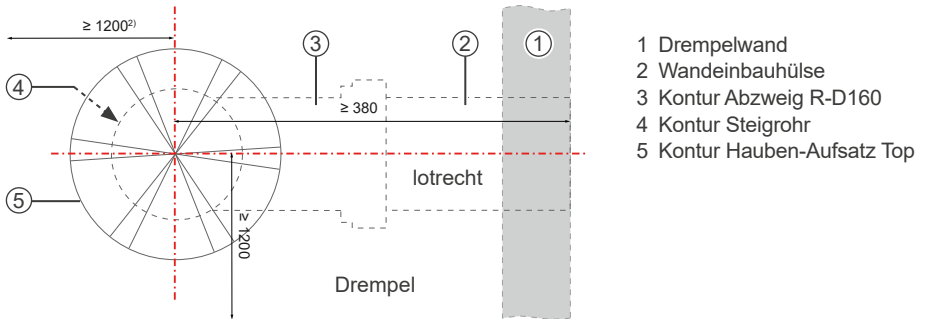
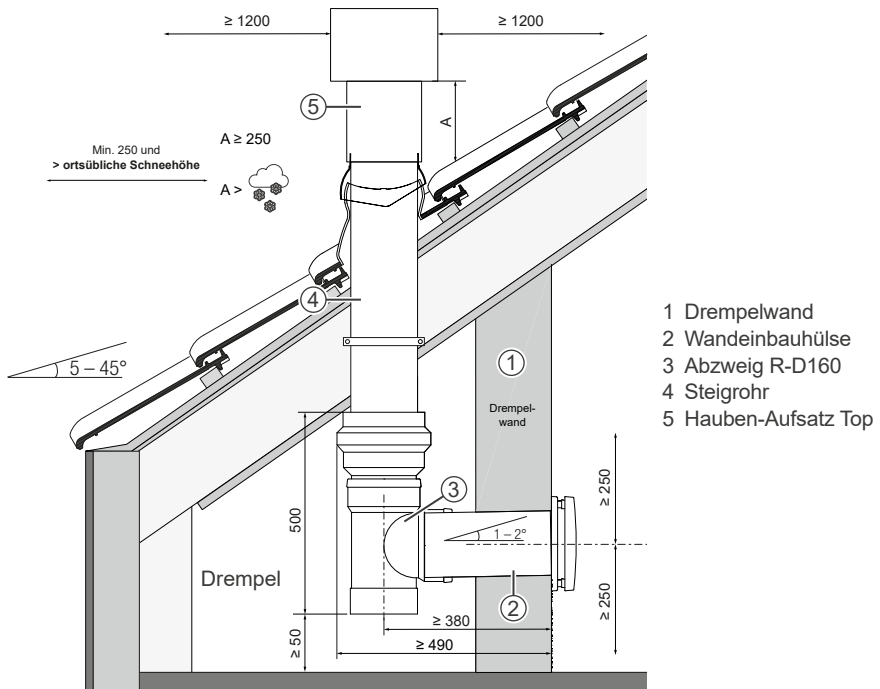

Abbildung 2: Einbaumaße Außenabschluss Top (Ansicht von oben)
Abbildung 3: Einbaumaße Außenabschluss Top (Seitenansicht)
- Alle Komponenten des Lüftungsgerätes von oben betrachtet lotrecht montieren (siehe auch Abb. 2).
- ▶ Längen Sie die Wandeinbauhülse auf die benötigte Länge ab (siehe auch  3.1, Abb. 2 und Abb. 3).